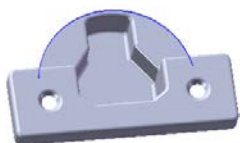
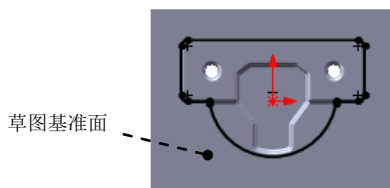

图 16.2.43 切除—拉伸 1
图 16.2.44 横断面草图
Step6. 创建图 16.2.43 所示的切除—拉伸 1。
(1) 选择命令。选择下拉菜单插入(I) → 切除(C) → 拉伸(E)...命令。
(2) 定义特征的横断面草图。
① 定义草图基准面。选取图 16.2.44 所示的表面作为草图基准面。
② 定义横断面草图。在草图环境中绘制图 16.2.44 所示的横断面草图。
(3) 定义切除深度属性。在“切除—拉伸”对话框方向 1 区域的下拉列表中选择